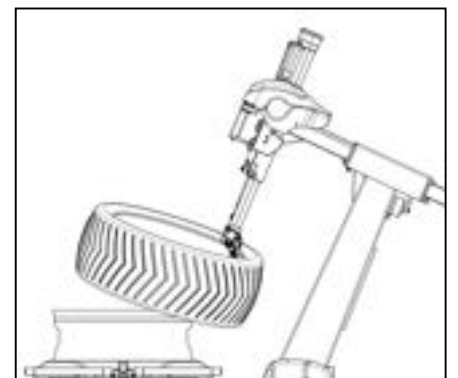

図 33
- 次にチルトペダル(図 3-10)を踏み込み、コラムを後ろに傾け図 33 のようにタイヤを取り出します。タイヤ取外し操作は終了です。